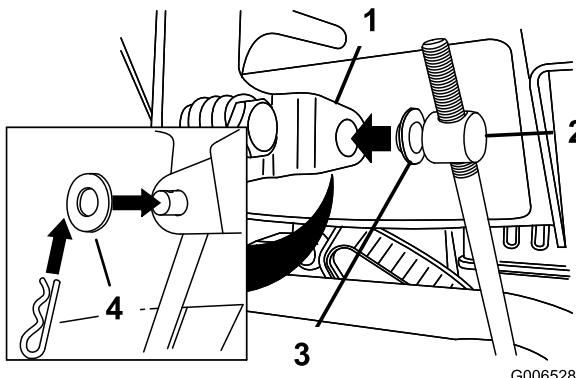

Bild 5
- Legen Sie eine Flachscheibe auf den Drehzapfen (Bild 5).
- Heben Sie die Geschwindigkeitsschaltstange an und setzen Sie den Drehzapfen in das Loch im Geschwindigkeitsschalthebel (Bild 5).
- Schließen Sie den Drehzapfen vom Geschwindigkeitsschalthebel ab (Bild 5).
- Drehen Sie den Drehzapfen auf der Geschwindigkeitsschaltstange nach unten (nach rechts) (Bild 5).
- Schließen Sie den Drehzapfen am Geschwindigkeitsschalthebel an (Bild 5).
- B. Schließen Sie den Drehzapfen vom Geschwindigkeitsschalthebel ab (Bild 5).
- C. Drehen Sie den Drehzapfen auf der Geschwindigkeitsschaltstange nach oben (nach links) (Bild 5).
- D. Schließen Sie den Drehzapfen am Geschwindigkeitsschalthebel an (Bild 5).